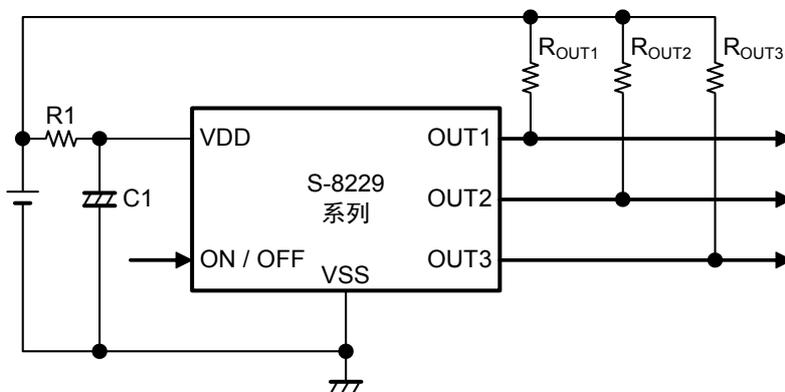

图 8
- 在输入处连接电阻的应用电路中（请参照“**■ 标准电路**”的图8），当输出切换时，由于流经的击穿电流，会发生“击穿电流 × 输入电阻”份额的电压下降。